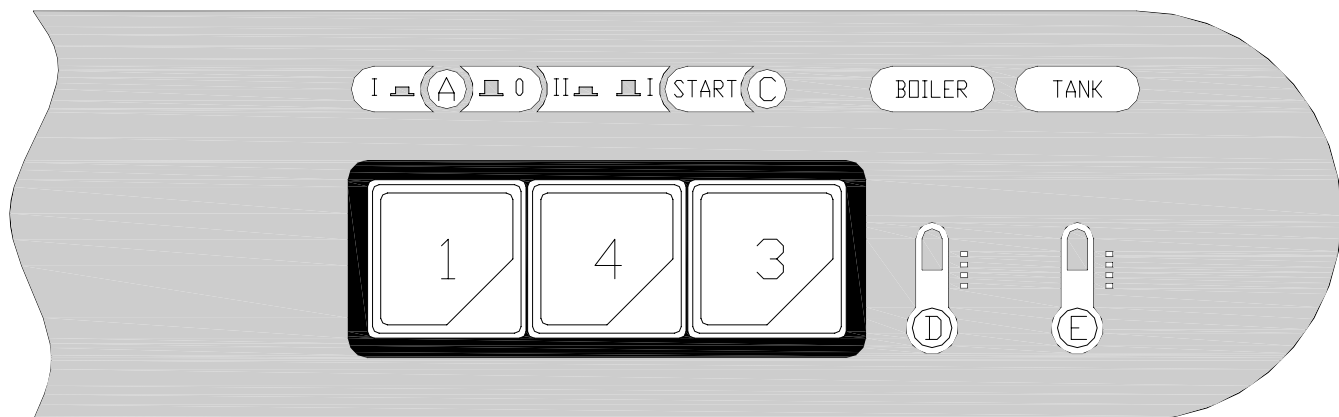

Fig. 3-2
- When the water intake cycle is complete, open the door (I) and add detergent (about 2 g. per litre of tank capacity). Position the full basket (L) and close the door (I). Select the appropriate washing cycle by pressing button (4) (short cycle (II) button pressed ÷ long cycle (I) button not pressed). Now press the START button (3) (at least for 2 seconds) and the wash cycle displayed by light (C) will start. When the cycle is over, this light goes out. To turn off the appliance, turn the switch (1) to (0). Light (A) indicates the appliance is off (Fig.3-2÷3-3).
**N.B.:** *It is recommended to start the wash cycle when both ligh of the heating elements, boiler (D) and tub (E) are off, as indicated at point 3.1 Start up.*
- Nach erfolgter Füllung die Tür (I) öffnen und das Spülmittel einfüllen (ca. 2g/l Fassungsvermögen des Spülbehälters). Den gefüllten Geschirrkorb (L) einsetzen und die Tür (I) schließen. Das Programm durch Drücken des Druckknopfes (4) wählen (kurzer Spülgang (II) Taste gedrückt ÷ langer Spülgang (I) Taste losgelassen). Nun die START-Taste (3) mindestens 2 Sekunden lang drücken, und das Spülprogramm beginnt, die Kontrolllampe (C) leuchtet auf und am Programmende erlischt die Kontrolllampe. Um das Gerät auszuschalten, muß der Schalter (1) auf die Position (0) gestellt werden, die Kontrolllampe (A) erlischt. (Bild.3-2÷3-4).
**N.B.:** *Es wird empfohlen, den Arbeitszyklus erst zu starten, wenn die Kontrolllampen der Heizelemente Boiler (D) und Bottich (E) erlöschen, wie in Punkt 3.1 Inbetriebnahme angezeigt.*
- Após o enchimento abrir a porta (I) e adicionar o sabão (cerca de 2 gramas para cada litro de capacidade da máquina). Colocar o cesto (L) cheio com a louça e fechar a porta (I). Selecionar o ciclo de lavagem apertando o botão (4) (ciclo breve (II) tecla acionada ÷ ciclo longo (I) tecla desligada). A partir deste ponto, acionar o botão START (3) (pelo menos por 2 segundos) e iniciar o ciclo de lavagem, cujo funcionamento será indicado pela luz (C); ao final do ciclo a luz anteriormente indicada se apagará. Para desligar a máquina basta acionar o interruptor (1) até a posição 0 e assim a luz (A) se apagará (Fig.3-2÷3-4).